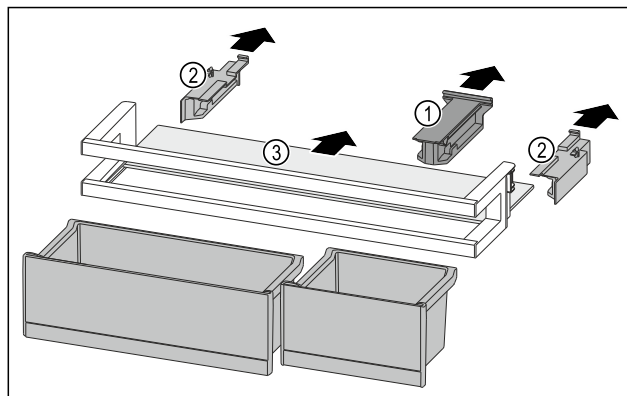

Fig. 141
- Halteteil Fig. 141 (1) abziehen.
- Seitenteile Fig. 141 (2) abziehen.
- Abstellfläche Fig. 141 (3) entnehmen.